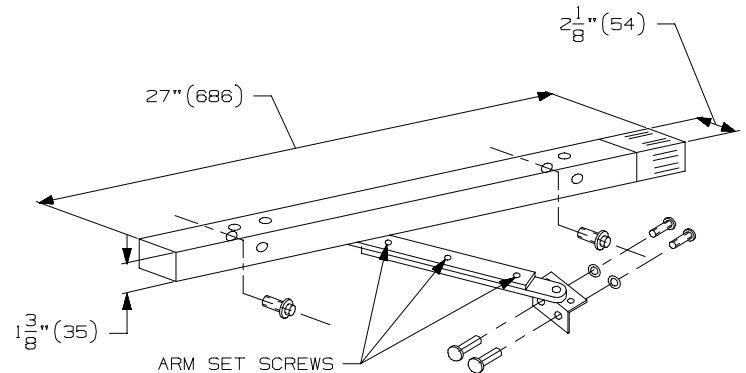

FIGURE 4
14. TIGHTEN ARM SET SCREWS (SEE FIG 4) THE DOOR SHOULD NOW BE HELD OPEN.